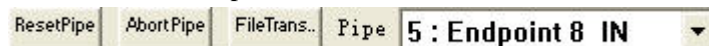

图 3.7 端点操作
(7) 端点操作, 见图 3.7, 包括 ResetPipe (当端点传输发生错误并暂时停止需要复位端点, 然后可进行新的数据传输), AbortPipe (当端点数据发生严重错误, 则放弃该端点)。File